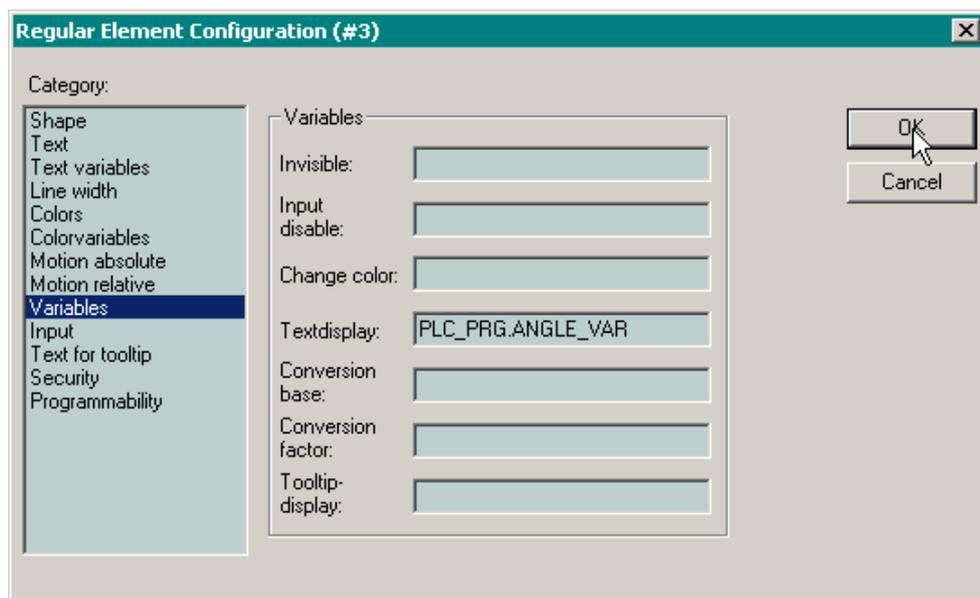

Рис. 77. Связывание элемента отображения с переменной
6. Выберите категорию свойств **Variables** в диалоговой панели **Regular Element Configuration** и в поле **Textdisplay** введите имя переменной `PLC_PRG.ANGLE_VAR`, чье значение должно отображаться редактируемым графическим примитивом, как показано на рис. 77. Ввод может быть осуществлен при помощи диалоговой панели **Input assistant**, вызываемой по нажатию клавиши F2.